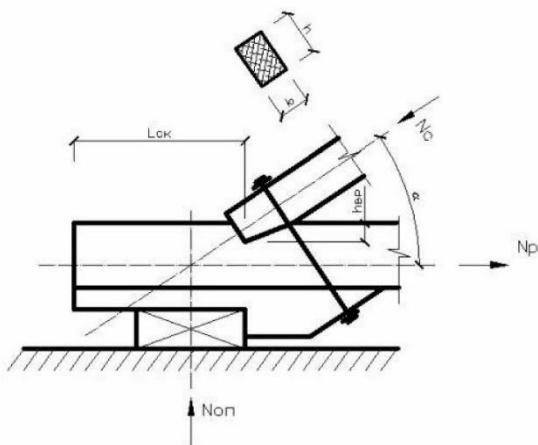

Рисунок 5. Лобовая врубка
4.3 Проверить прочность лобовой врубки с одним зубом опорного узла фермы. Стержни верхнего и нижнего пояса имеют сечения  $b \times h$  и в них действуют усилия сжатия  $N_c$ . Сжатый стержень наклонен под углом  $\alpha$  к растянутому. Глубина врубки  $h_{bp}$ . Расстояние от нижней точки врубки до конца пояса  $L_{ck}$  (рисунок 5).